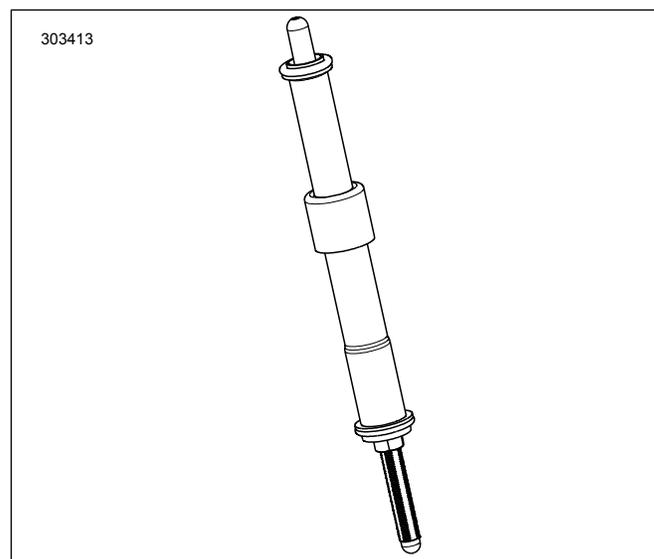

Figure 4. Tige de poussée posée dans le couvercle de tige de poussée
7. Voir la figure 4. Poser les tiges de poussée d'admission dans les caches de la tige de poussée.